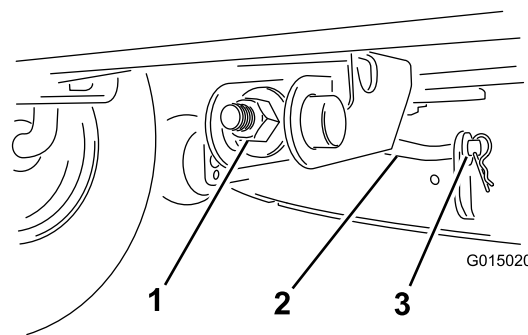

Figura 43
8. Per regolare l'inclinazione longitudinale della lama, ruotate il dado di regolazione nella parte anteriore del tosaerba (Figura 43).